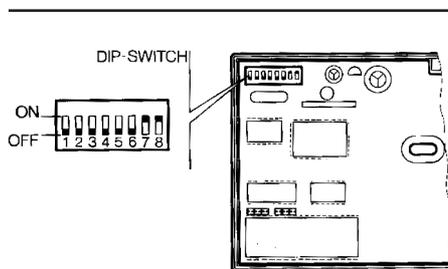

Fig. 14
**L'apparecchio viene fornito con i dip-switch 1 ÷ 6 (fig. 14) in posizione OFF (nessun codice di accesso) ed i dip-switch 7 e 8 in posizione ON (Modo 1: risposta al 1° squillo della 2ª chiamata).**
Per programmare il codice di accesso alla comunicazione posizionare i dip-switch 1 ÷ 6 (fig. 14) seguendo le indicazioni della tabella di fig. 15 riportata di seguito.